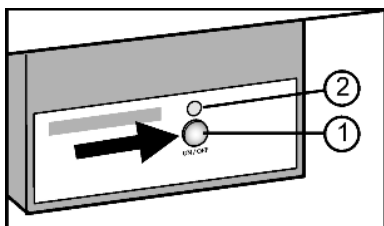

Рис. 6
- ▶ Нажмите кнопку «On/Off» Рис. 6 (1), чтобы загорелся светодиод Рис. 6 (2).